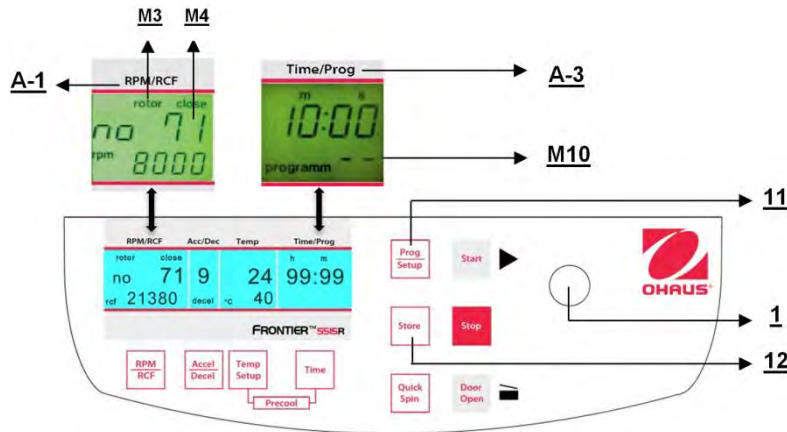

Figure. 25
Pour rappeler des programmes mémorisés, appuyer sur la touche **"Prog/Setup"** (11) (voir la figure 25) alors que le couvercle est déjà fermé. Sur l'affichage **"Time/Prog"** (A-3), le mot **"programm -"**(M10) apparaît. Le numéro de programme désiré peut être présélectionné avec le bouton de réglage (1).
Pour quitter le mode de programmation, appuyer simplement sur la touche **"Prog/Setup"** (11) (voir la figure 25). Sur l'affichage **"Time/Prog"**, le mot **"programm"** apparaîtra. Régler l'affichage sur **"programm--"** (M10) avec le bouton de réglage (1).